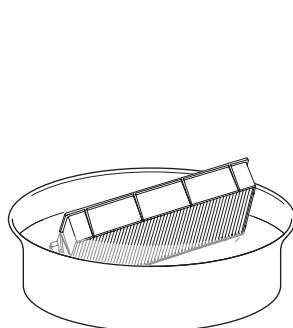

Fig. 1
**2) Retirez le couvercle de filtre à air. (Fig. 1)**
**1) Lavez le filtre à air. (Fig. 1)**